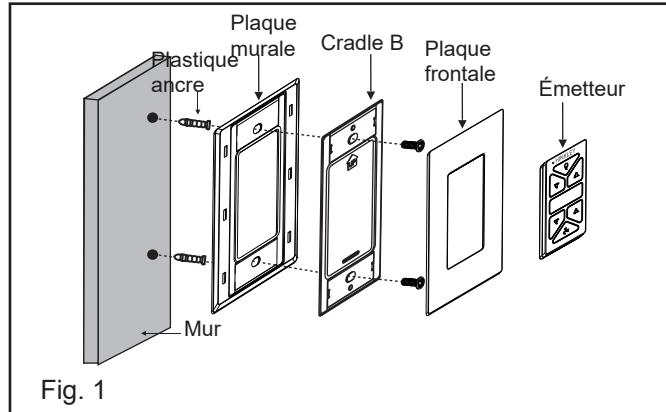

Fig. 1
1. Sélectionnez un emplacement souhaité. Utilisez la plaque murale pour marquer l'emplacement des trous de montage. Des chevilles murales en plastique ou des vis de montage sont nécessaires pour cette application. (Fig. 1)